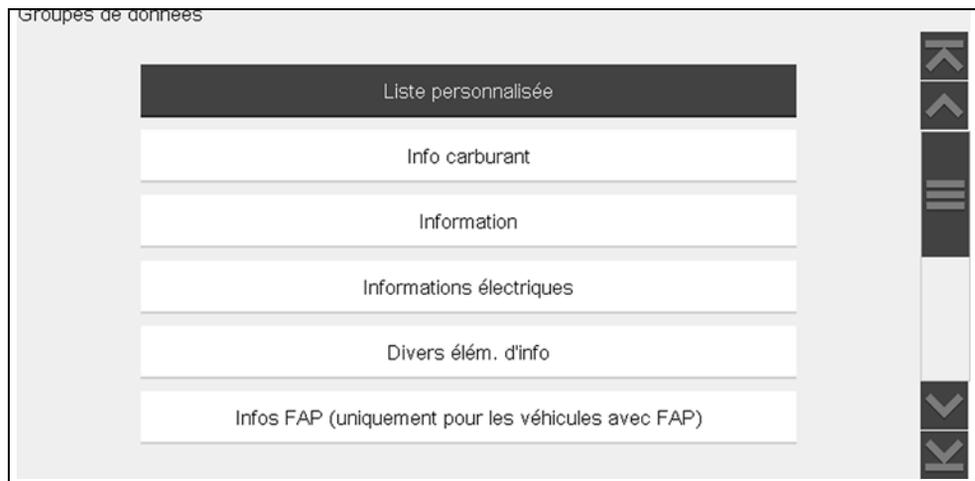

Figure 4-25
5. À partir de la liste de données personnalisée, si vous sélectionnez **Retour** pour afficher le menu Données, votre nouvelle liste personnalisée s'affiche sous la forme d'une option pouvant être sélectionnée en haut de la liste (Figure 4-25). Cette option Liste personnalisée demeure une option uniquement lorsque vous êtes dans le menu Données. Elle vous permet de consulter les listes de données et de revenir à votre liste personnalisée. Cependant, si vous revenez au menu principal puis retournez au menu Données, votre liste personnalisée sera supprimée.